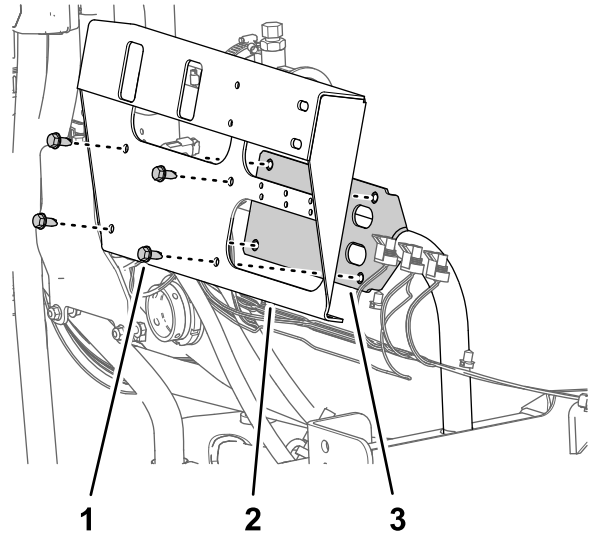

図 73
3. ブームバルブブラケットをバルブマウントに固定しているフランジヘッドねじ $\frac{5}{16}$ x $\frac{3}{4}$ " 4本を取り外して、バルブブラケットを外す 図 73。